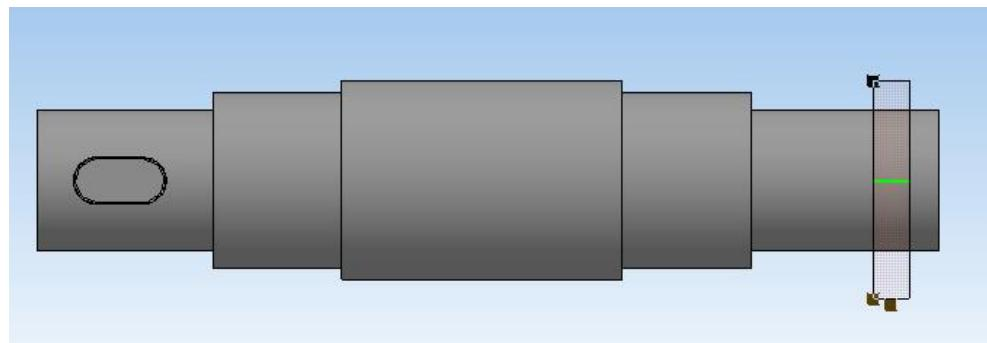

Рисунок 78.
10. Выберите команду **Вырезать выдавливанием**. Задайте параметры выреза – **Два направления**, задать **Расстояние 1 и 2 – Через все**. Получаем сквозное отверстие (рисунок 78). (Обратите внимание, отверстие должно находиться не на одной плоскости со шпоночным пазом).